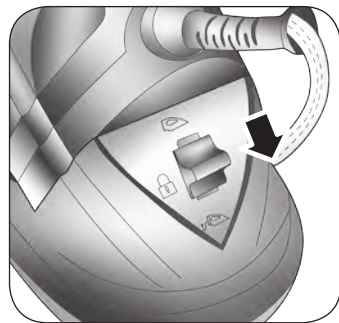

Fig. 8
Spostare il selettore di blocco/sblocco (N) nella posizione () verso il basso (Fig. 8). Sollevare il ferro dall'appoggia ferro. In questo modo si utilizza l'apparecchio come un tradizionale ferro da stiro.